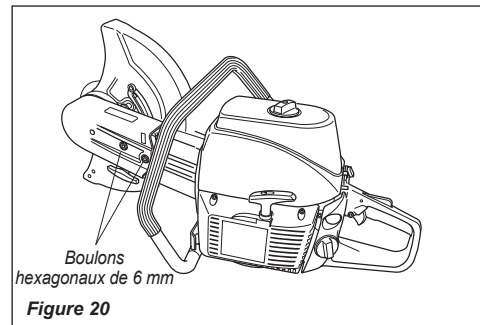

Figure 20
5. Tout en s'assurant que la courroie d'entraînement est complètement engagée dans les poulies d'entraînement, faire glisser le couvercle de la courroie et installer les deux boulons hexagonaux sur le côté gauche de la surface de montage jusqu'à ce que la partie inférieure des boulons entre en contact avec le couvercle de la courroie. Voir figure 20.